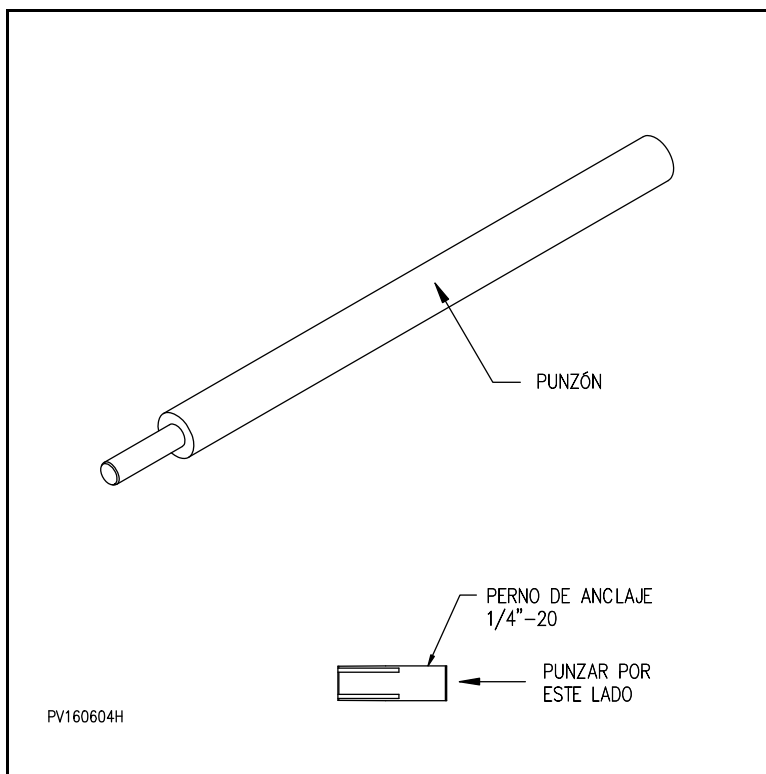

Figura 8
2. Use un punzón para fijar permanentemente el anclaje de concreto de acuerdo a la figura 8.